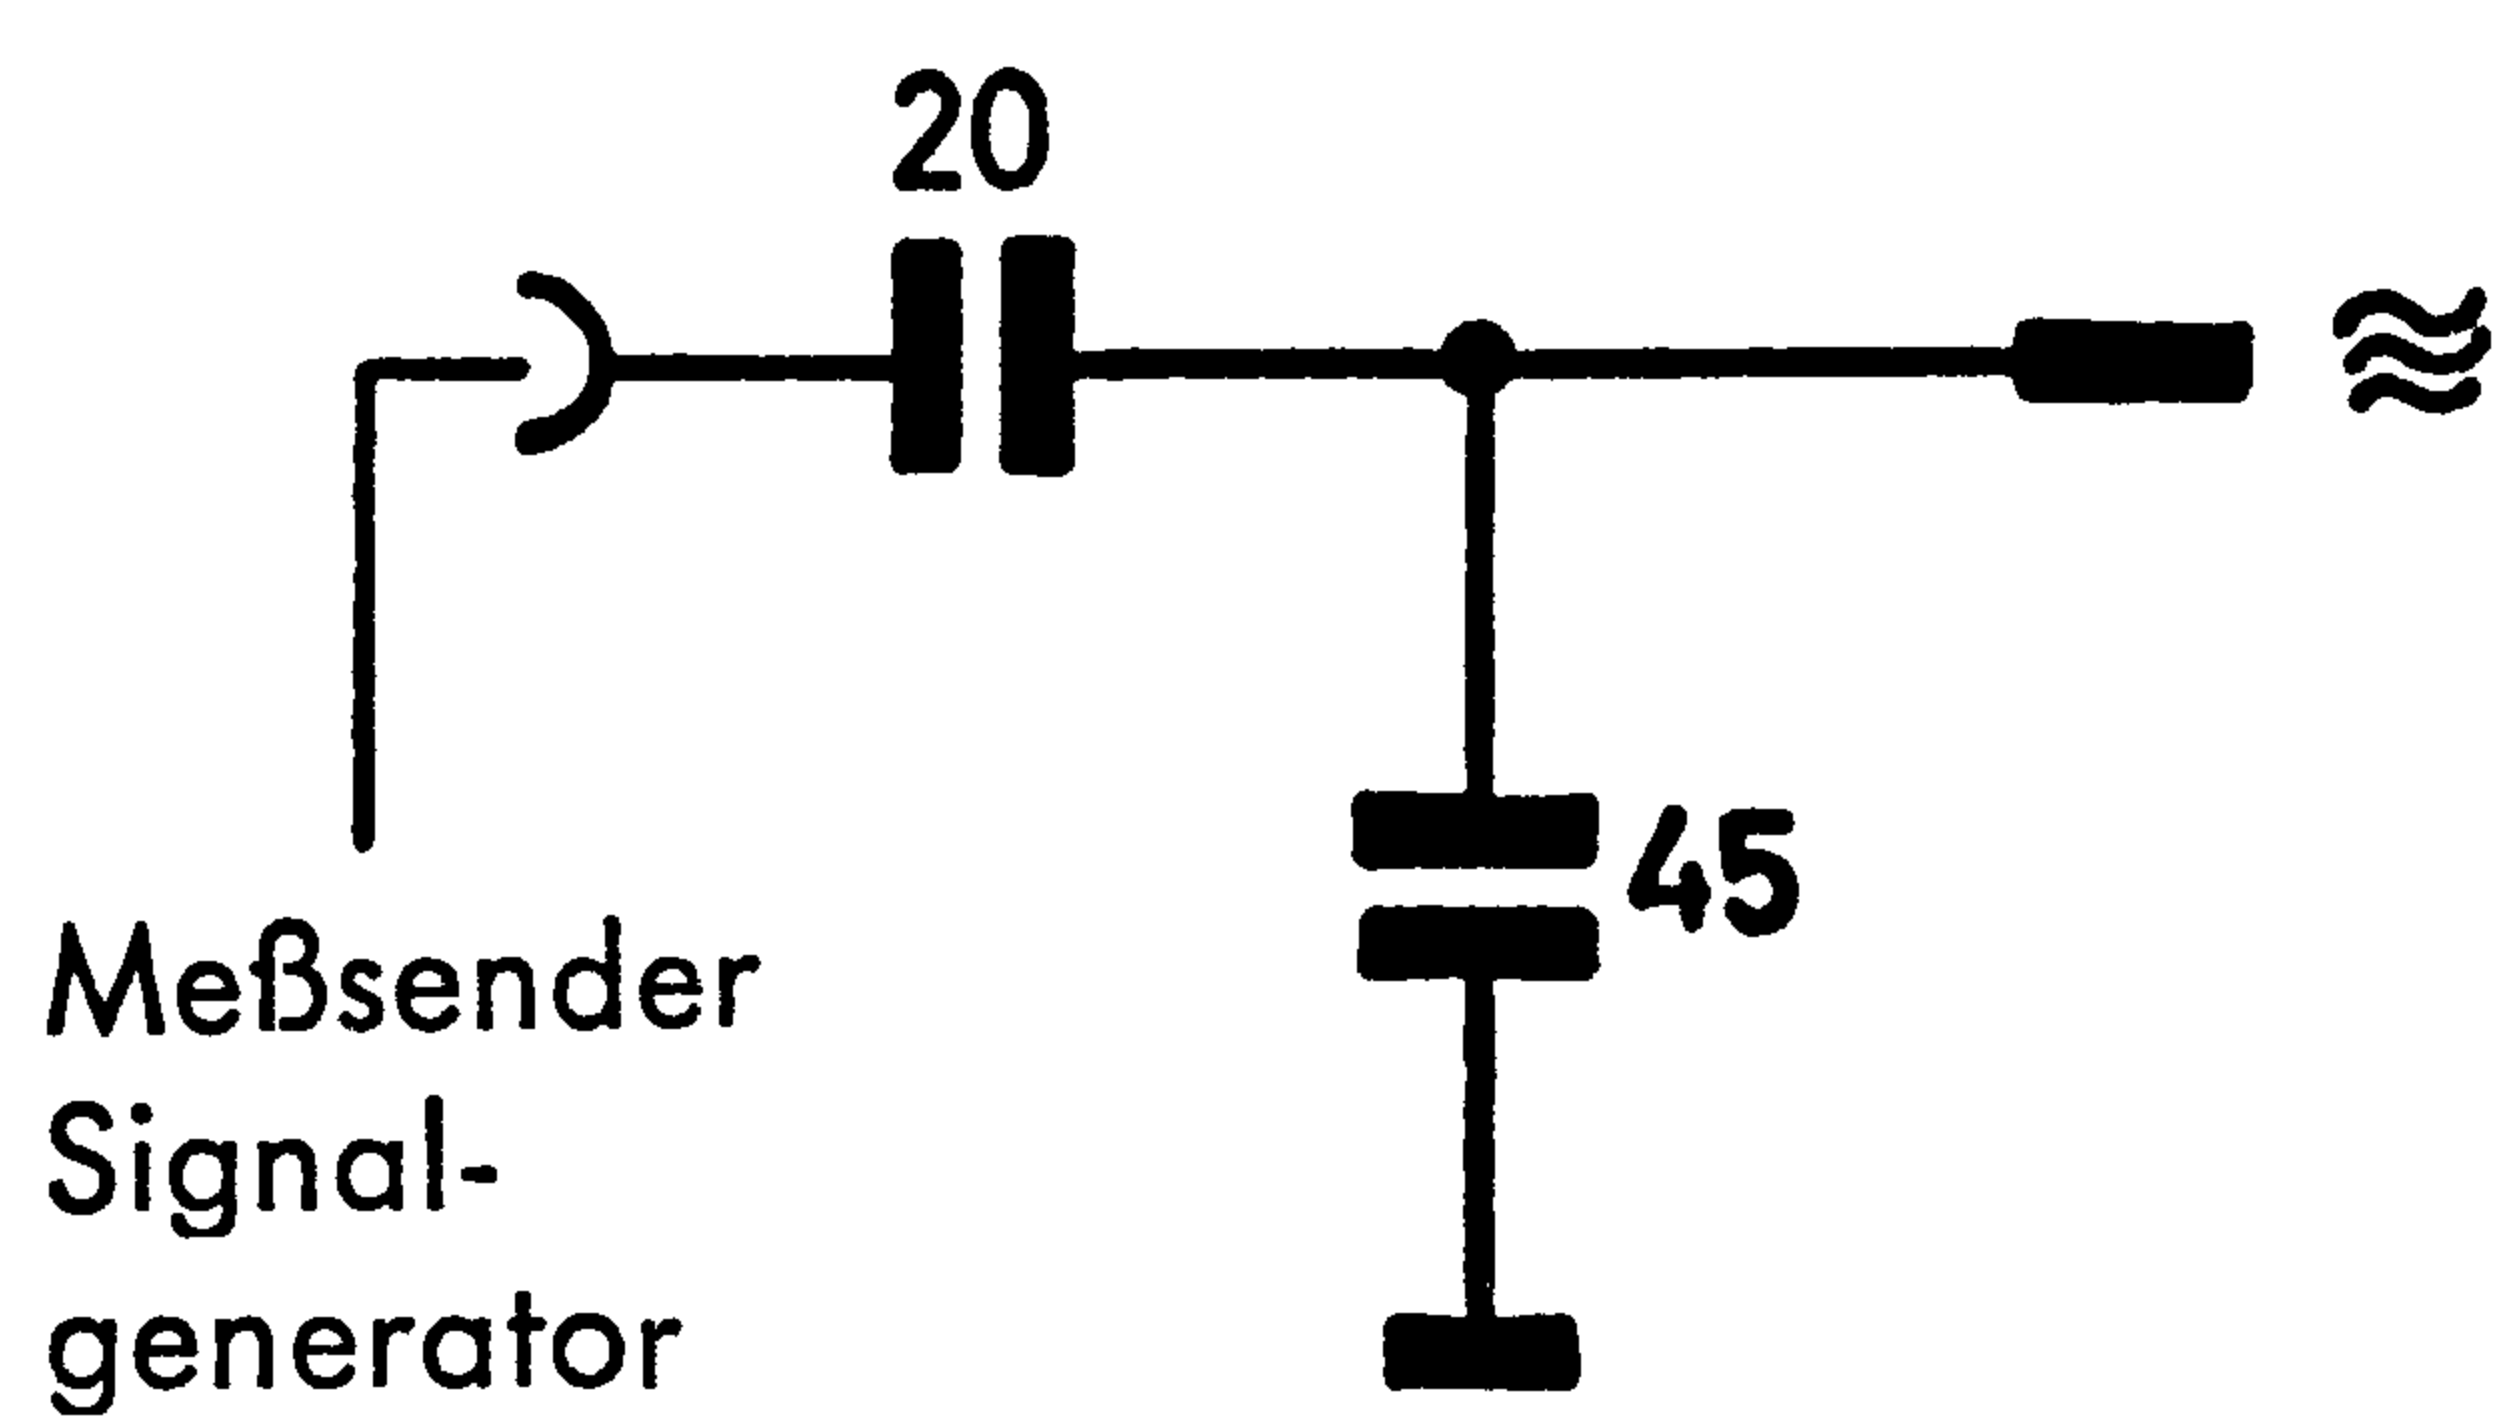

Fig. 11
- 3.6 Beim AM-Abgleich künstliche Antenne, Fig. 11, verwenden.
- 3.6 For AM alignment use dummy antenna, see fig. 11.